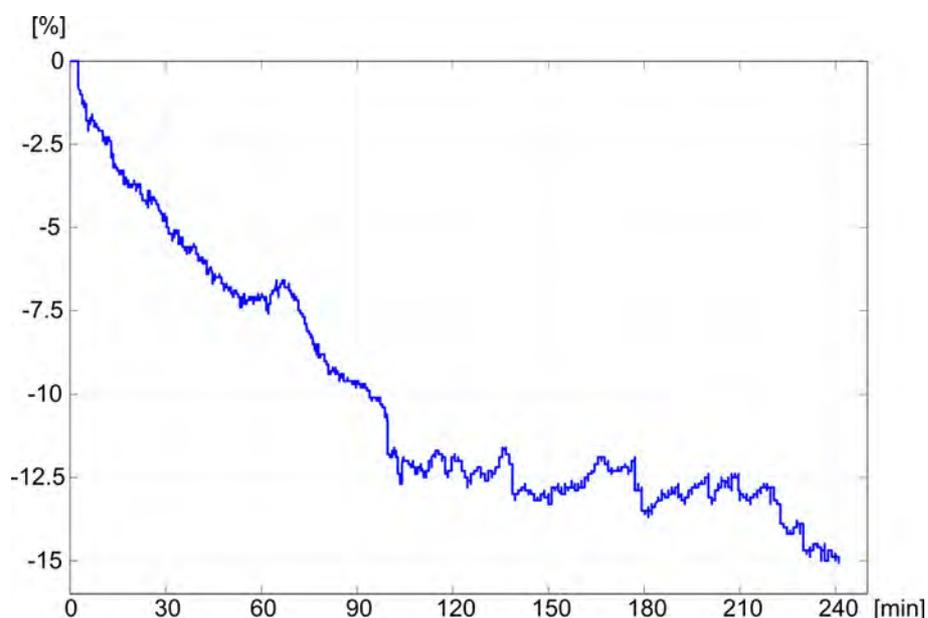

Fig. 11-19 Tendance du volume sanguin relatif (en %) au cours du traitement (temps en minutes)
Le capteur d'hématocrite (facultatif) (voir la section 11.4 Capteur d'hématocrite (capteur HCT) (284)) fournit des valeurs de volume de sang relatif (delta volume de sang en %) dans des intervalles de temps de 10 secondes. bioLogic Fusion utilise ces valeurs pour calculer les pentes des 10 dernières minutes de la tendance RBV (Fig. 11-19) afin de suivre le développement de la diminution RBV.